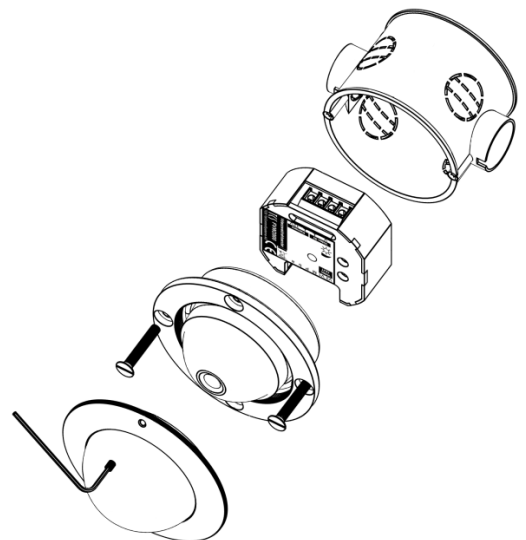

Abb. 6: Montage in UP-Dose
- Schließen Sie das BNC-Verbindungskabel und das Kameraversorgungskabel am FVW2000-0600 an, siehe Abb. 6).